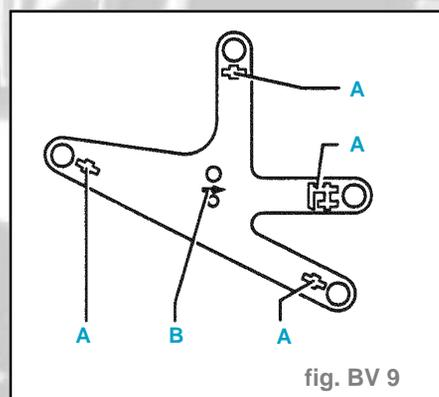

fig. BV 9
- Compléter le lève-boîte avec le support de BV 3282, la plaque d'ajustage 3282/8 pour la boîte de vitesses "02A" et les éléments de fixation en procédant comme suit (fig. BV 9) :